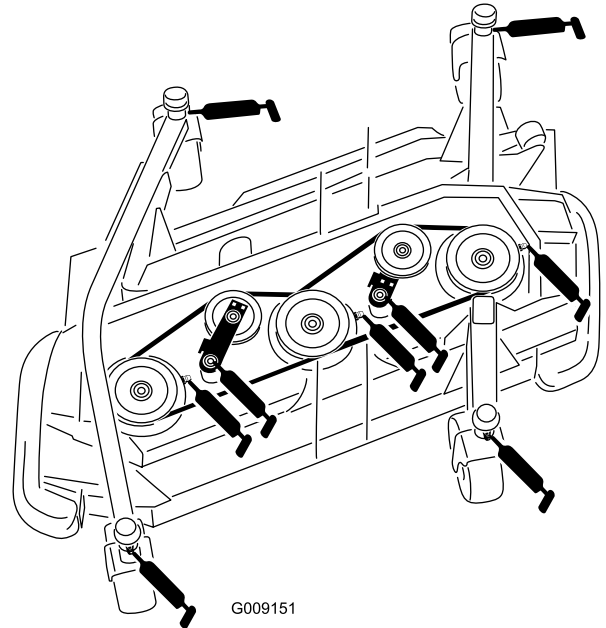

Bild 85
- Vier Laufradgabel-Wellenbüchsen (Bild 85)
- 3 Spindelwellenlager (im Spindelgehäuse), siehe Bild 85 .
- 2 Spanscheibenarm-Drehbüchsen (die sich auf der die Spanscheibe tragenden Drehgelenkwelle befinden), siehe Bild 85 .